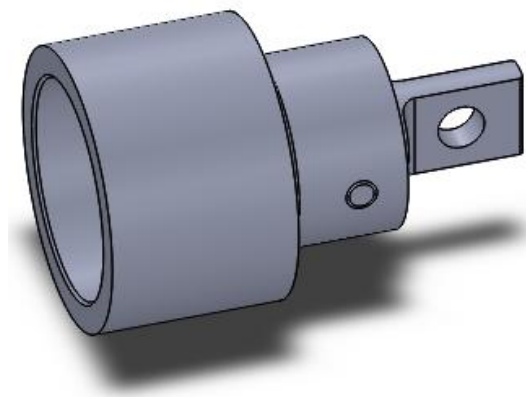

Рисунок 5.15 – Готова деталь
22. Кінцевий вигляд збірки представлений на рис. 5.15.